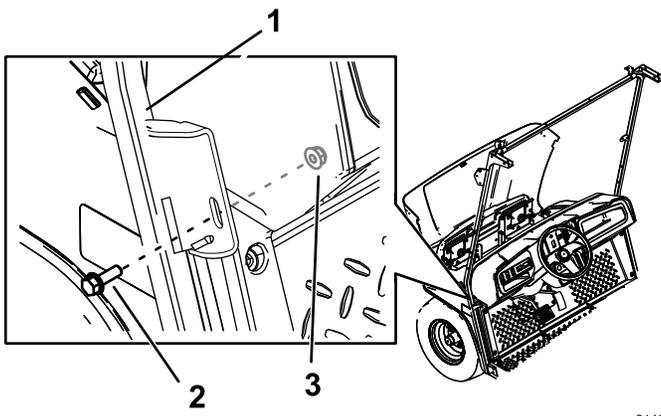

図 31
3. 左右の風防サポートのミドルブラケットを機体に固定する六角フランジボルト5/16 x 1 インチ2本とナット5/16 インチ2個を使用して先ほど開けた穴に取り付ける 図 31。